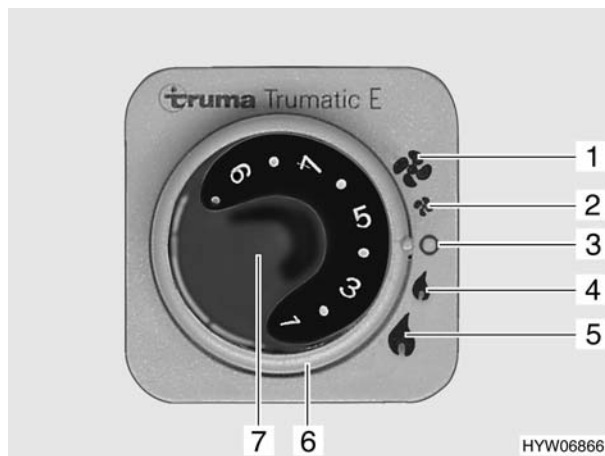

Fig. 64 Centralina di controllo per Trumatic E
- Impostare la manopola della temperatura (Fig. 64,7) sulla potenza desiderata.
- Posizionare l'interruttore girevole (Fig. 64,6) sulla potenza desiderata:
- 🔥 potenza piena (Fig. 64,5)
- 🔥 potenza minima (Fig. 64,4)
- Posizionare l'interruttore girevole (Fig. 64,6) su "O" (Fig. 64,3).
Posizionare l'interruttore girevole (Fig. 64,6) sulla potenza desiderata:
- 🌀 potenza piena (Fig. 64,1)
- 🌀 potenza minima (Fig. 64,2)